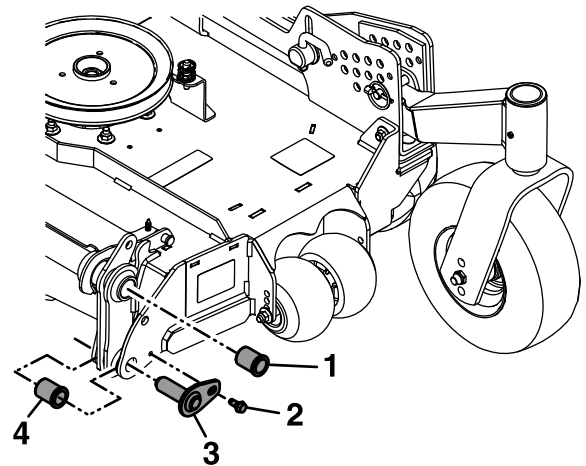

**Figura 85**
12. Retire y guarde los pernos que sujetan los pasadores de giro superiores a la carcasa, y luego retire los pasadores de giro (Figura 85).
13. Tire de la carcasa lateral hacia fuera para separarla de la carcasa central (Figura 85).
Alinee e instale los pasadores de giro superiores en la parte delantera y trasera de la carcasa, y sujételos con los pernos que se retiraron anteriormente (Figura 85).